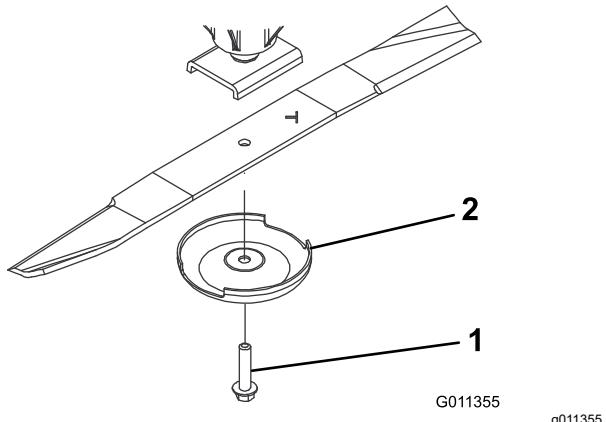

Figura 16
- Togliete il bullone, la coppa antistrappo e la lama dall'asse del perno (Figura 16).